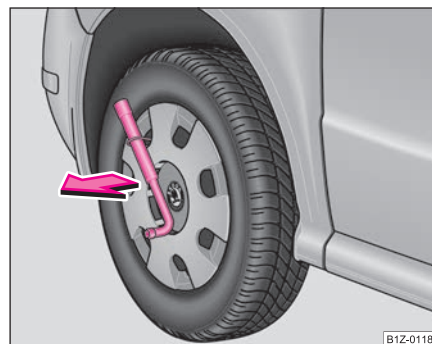

Fig. 157 Desmontar el tapacubos integral
- Introducir la llave de rueda a través del estribo, apoyar la llave de rueda en el neumático y retirar el tapacubos ⇒ fig. 157. ►